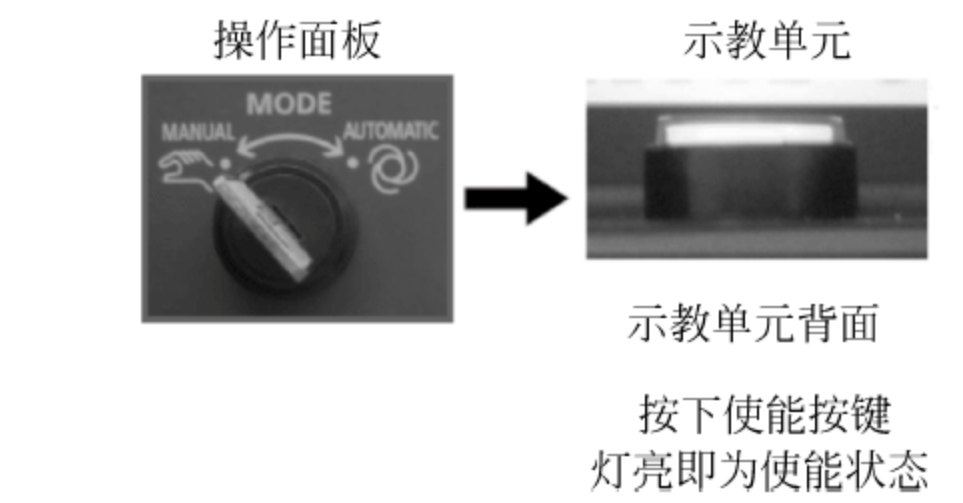

图 29-12 操作模式开关和手动使能开关
- (1) 使用 T/B 打开 B 程序。
- (2) 设置控制模式为“手动”，设置 TB 为使能状态 ENABLE，如图 29-12 所示。